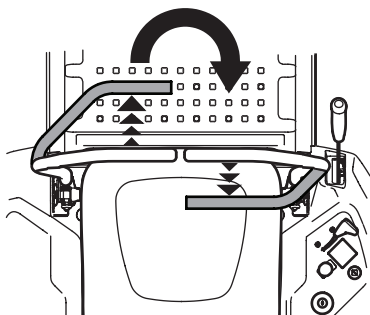

Figura 34
2. Para girar en el sentido de las agujas del reloj, mueva la palanca de control de la transmisión izquierda hacia adelante mientras mueve simultáneamente la palanca de control de la transmisión derecha hacia atrás (Figura 34).